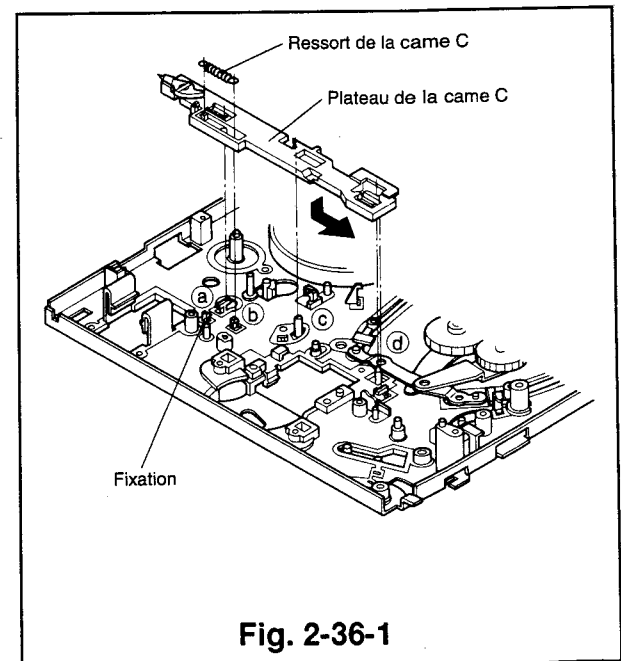

Fig. 2-36-1
- 6) Déposer le ressort de la came C. (Voir la Fig. 2-36-1)
- 8) Défaire la fixation et enlever le plateau de la came C en le soulevant. (Voir la Fig. 2-36-1)
- 2) Positionner le plateau de la came C de manière à ce que les quatre points (a, b, c, d) illustrés dans la Fig. 2-36-1 s'engagent dans les trous correspondants, puis faire glisser le plateau vers la droite.